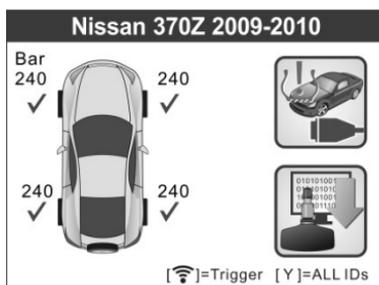

Figura 4.20
- 4) Seguire lo stesso processo descritto in **4.1 Verifica del sensore TPMS** per accedere alla schermata di attivazione. Utilizzare i pulsanti di scorrimento **SU/GIÙ** e **DESTRA/SINISTRA** per selezionare la funzione **Riacquisizione TPMS** nell'angolo superiore destro della schermata. (Figura 4.20)